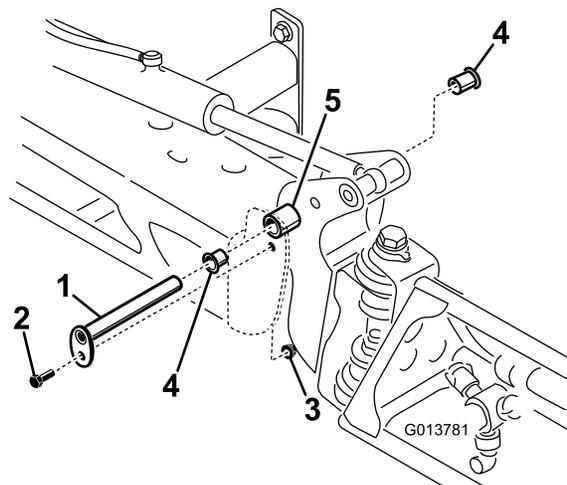

Figura 65
3. Quando il peso della barra è supportato, togliete il bullone e il dado che fissano il perno di articolazione nel gruppo barra (Figura 65). Togliete il perno di articolazione.
5. Togliete le boccole di nylon dal lato frontale e posteriore della staffa orientabile e controllatele (Figura 65). Sostituite le boccole avariate.
7. Montate la barra e la staffa orientabile nel telaio centrale, allineando i fori (Figura 65).